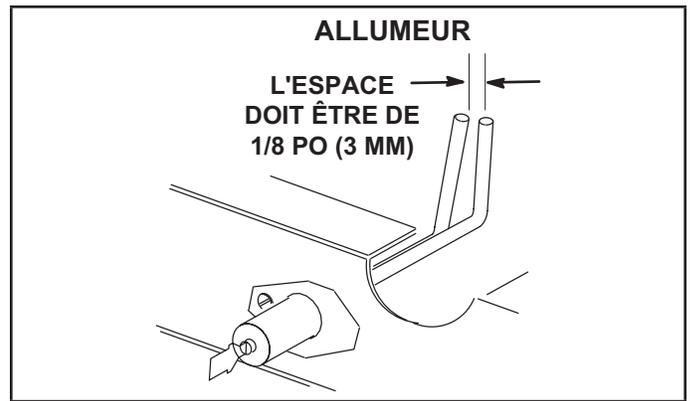

FIGURE 48
- 4 - Localiser l'allumeur sous les brûleurs de gauche. Vérifier l'écartement des contacts à l'aide de mèches hélicoïdales ou de jauges d'épaisseur de la taille appropriée. Voir FIGURE 48.